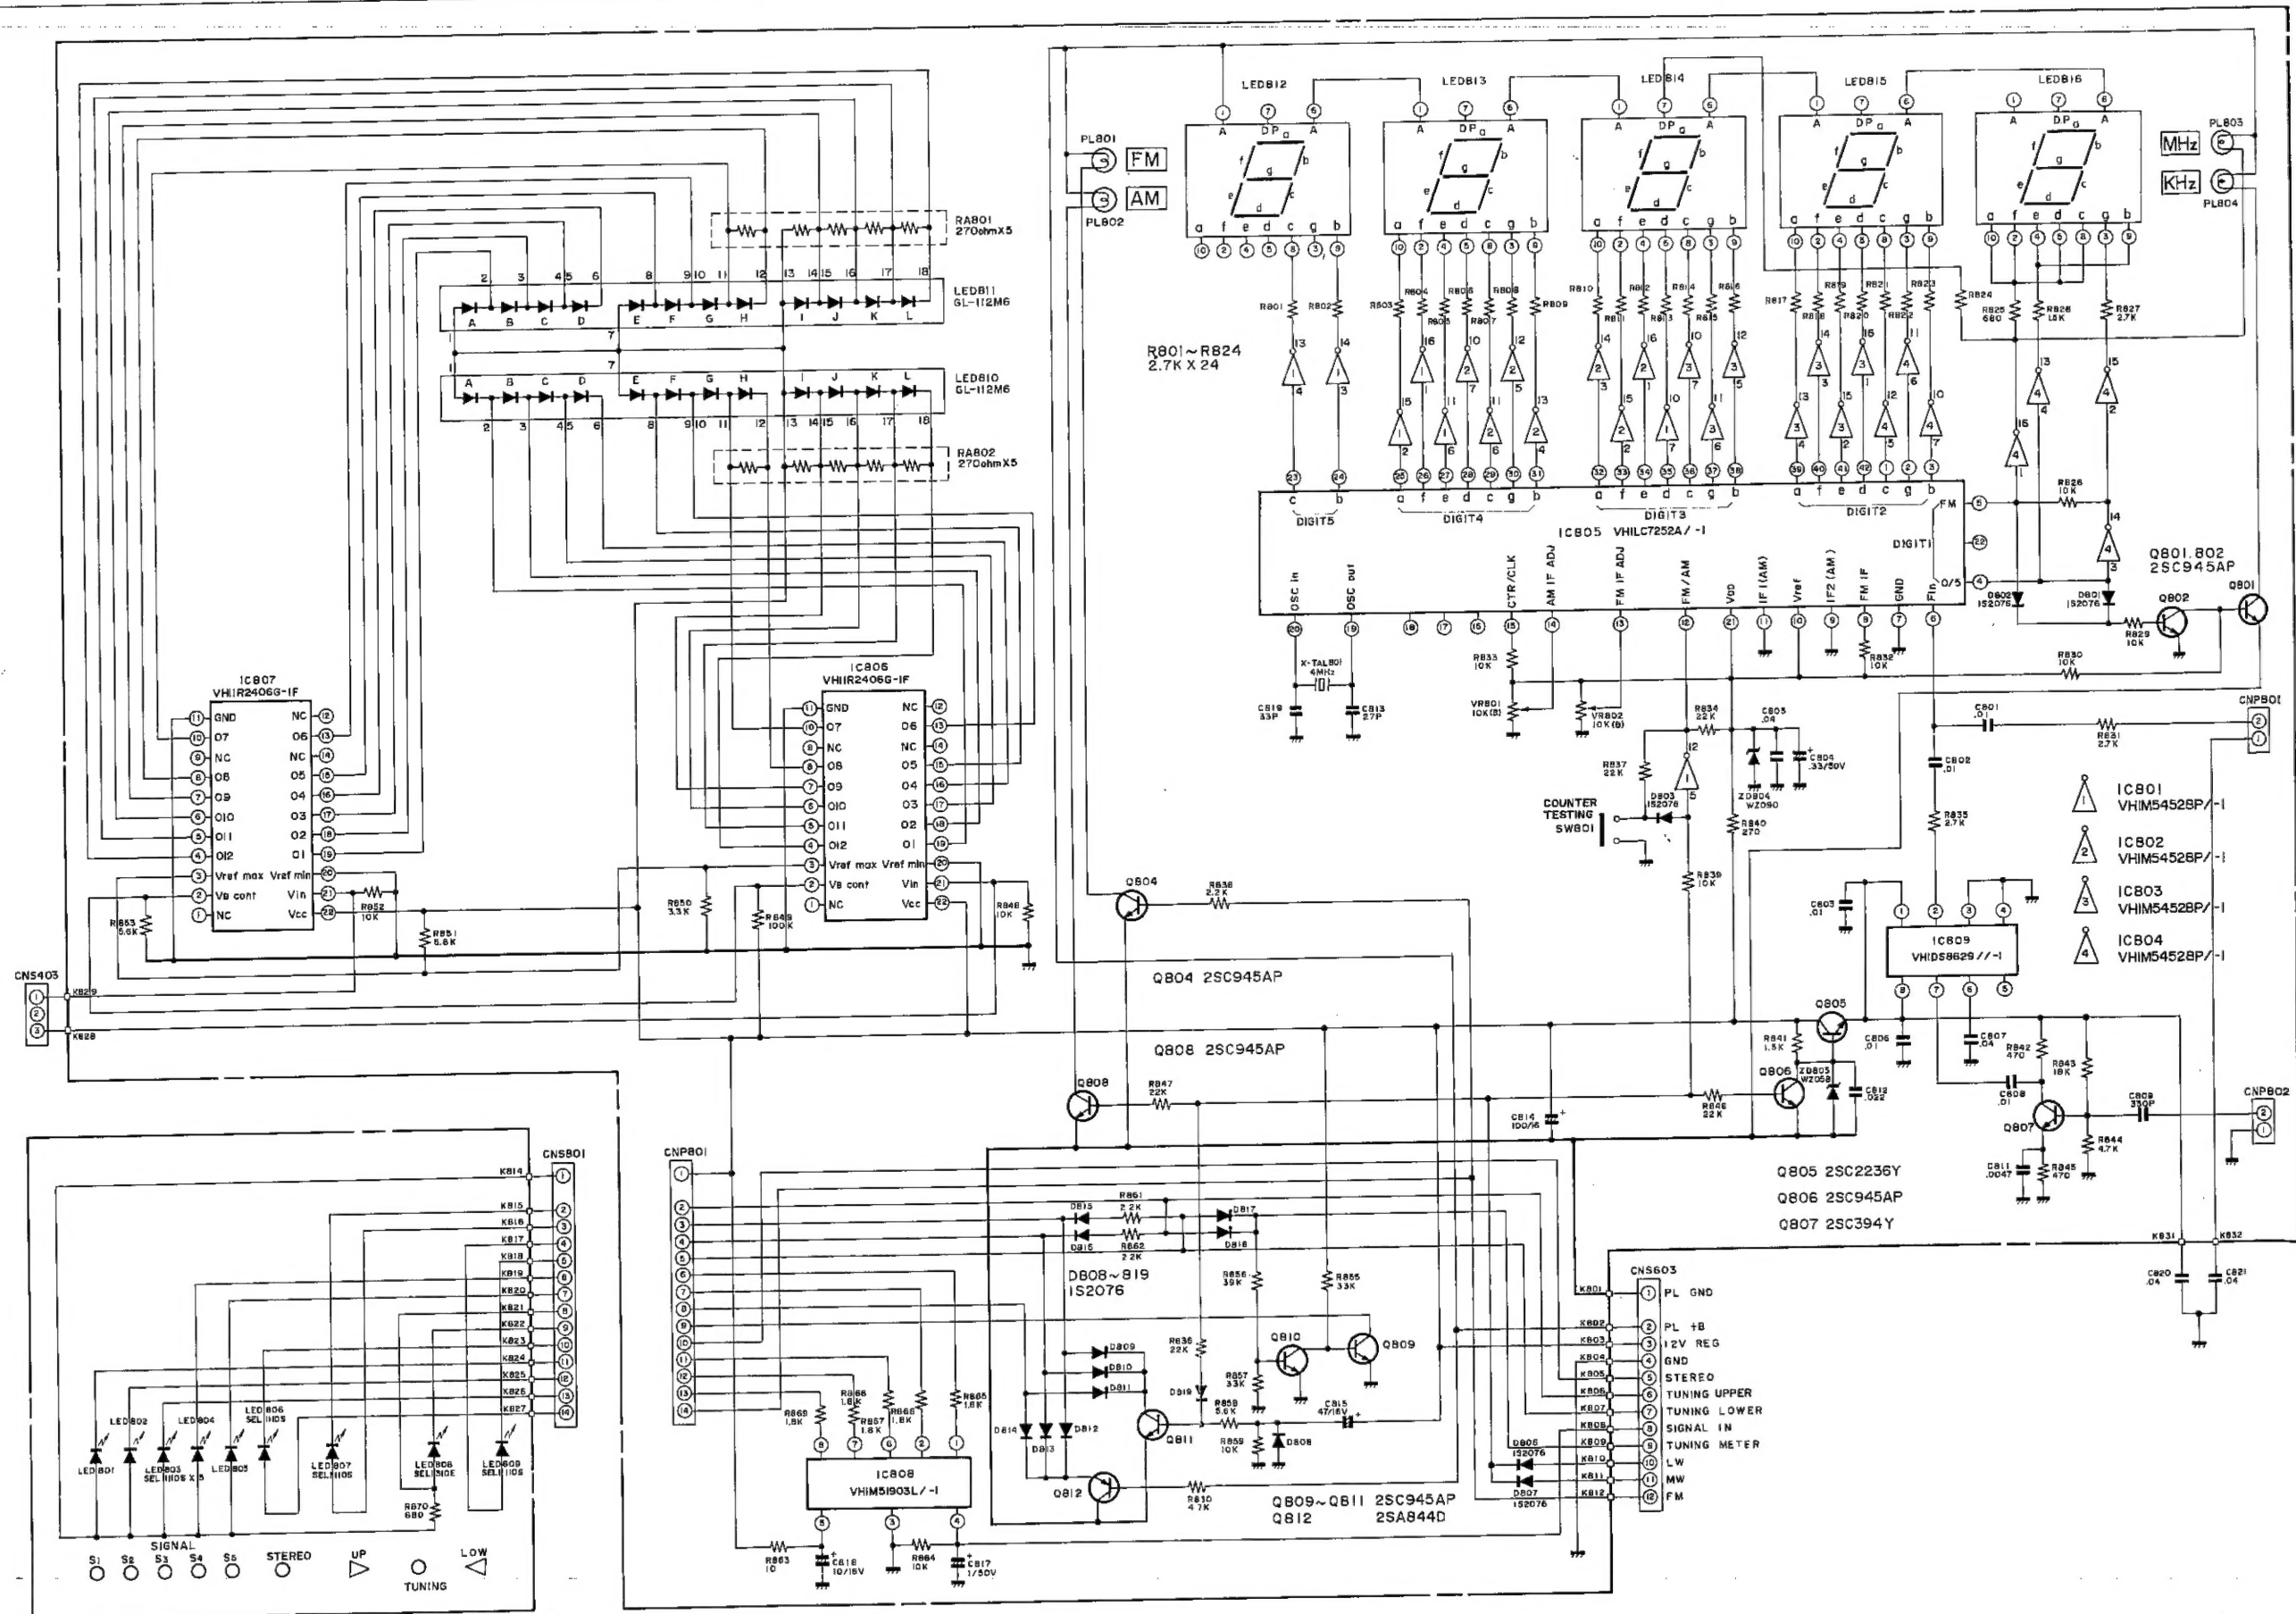

Abbildung 17
• **Beim AM-Empfang** (Siehe Abbildung 17.) Bei Einstellung eines LW- oder MW-Senders wird das Potential am Stift ⑩ oder ⑪ des CNS603 hochpegelig, so daß die Stifte ⑤ und ⑫ des IC801 jeweils hinsichtlich Potential hoch- und niederpegelig werden. Weil das Potential am Stift ⑫ des IC805 niederpegelig wird, wird der IC805 auf die AM-Betriebsart eingestellt und gleichzeitig Q806 ein- bzw. Q805 ausgeschaltet, damit dem Stift ⑧ des IC809 keine Vcc-Spannung (+B) mehr zugeleitet und dadurch dessen Betrieb unterbrochen wird. Weiterhin wird das Signal vom